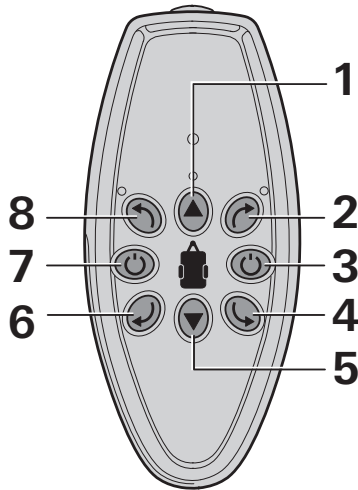
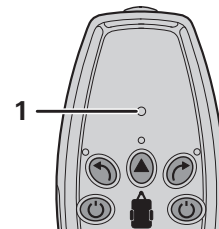

Bild 2
Bild 6
- Tryck på knappen (bild 2 - 7) på fjärrkontrollen tills lysdioderna tänds (bild 6 - 1).
Knappen "Av" (bild 2 - 3) på fjärrkontrollen används även som nödstopsbrytare. Vid ovanligt beteende, t.ex. okontrollerad reaktion av GO2, måste knappen "Av" tryckas med en gång.
– Styr husvagnen i önskad riktning med riktningsknapparna (bild 2 - 1/2/4/5/6/8).
Om man trycker på riktningsknapparna på motsatt sida (bild 2 - 2/6 eller 4/8) samtidigt roterar husbilen kring sin egen axel i respektive riktning.
– Under färd (framåt/bakåt) går det att ändra färdriktningen med riktningsknapparna (bild 2 - 2/8 och 4/6).
– Tryck på knappen (bild 2 - 3) på fjärrkontrollen. LED-belysningen slocknar.